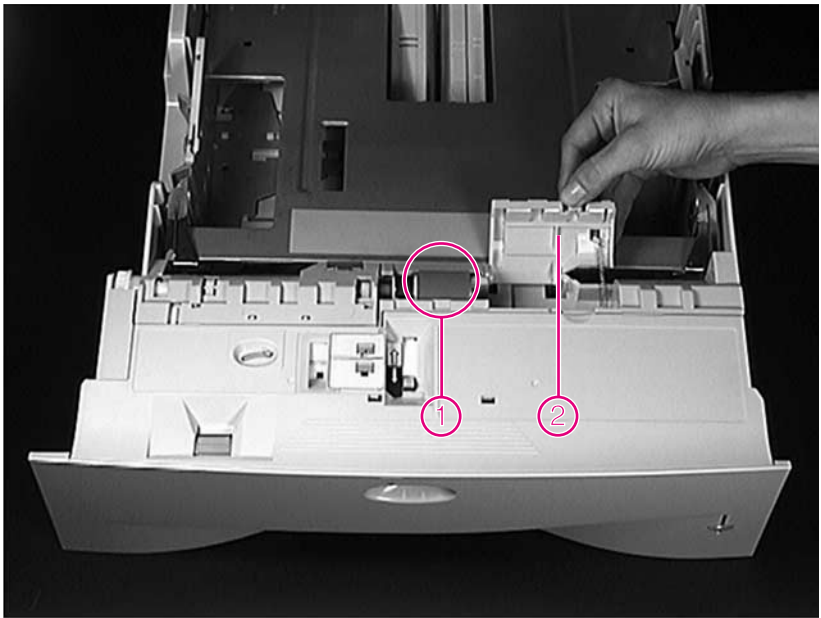

Figura 15 Sustitución del rodillo de separación
- 1 Con una mano, levante la cubierta (Figura 15, elemento 2).